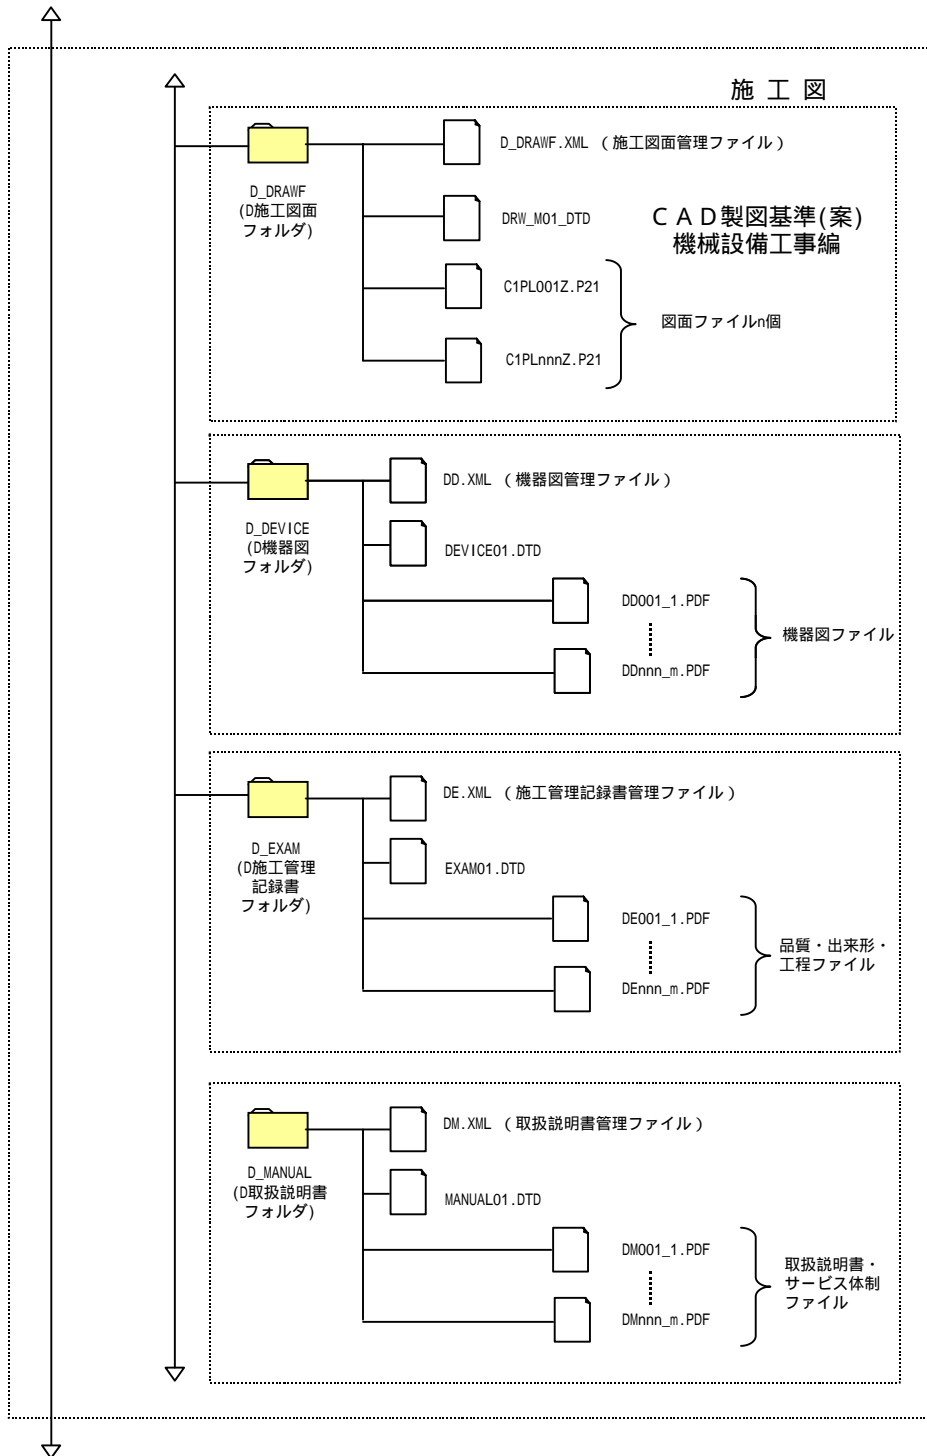

図 3-3-4 機械設備工事におけるフォルダ構成(4/5)
- 図 3-3-4 機械設備設計業務におけるフォルダ構成(4/5)